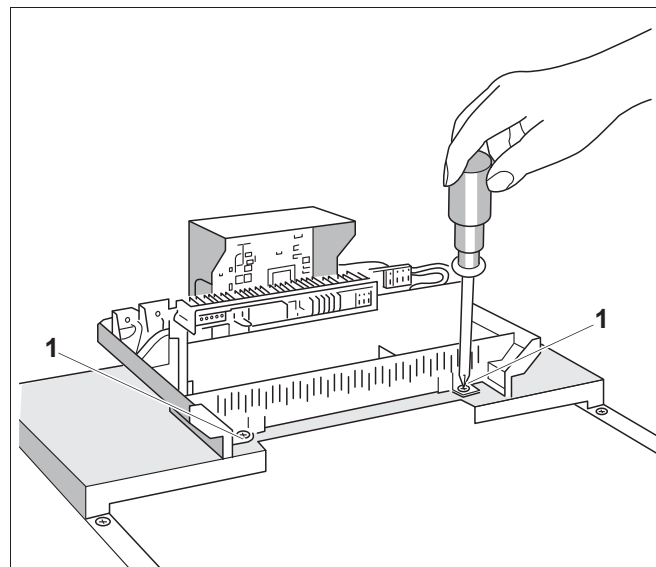

Рис. 11 Крепление системы управления Logamatic 2000
- Закрепить систему управления двумя винтами сзади справа и слева в кабельном проходе (рис. 11, **поз. 1**) к передней крышке котла (рис. 11).